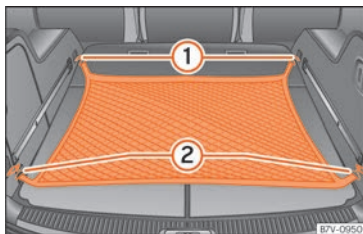

**Fig. 149** En el maletero: red para equipaje colgada.
- Enganche la red para equipaje en las argollas de amarre »» fig. 149 ① y ②.
- Desenganche los ganchos de la red para equipaje de las argollas de amarre »» fig. 149 ① con cuidado.
- Desenganche los ganchos de la red para equipaje de las argollas de amarre »» fig. 149 ② con cuidado.